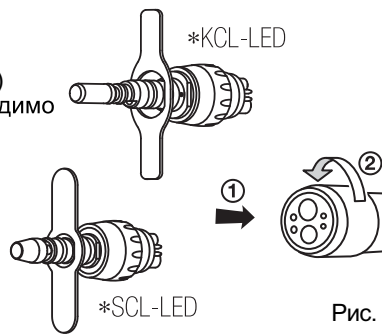

Рис. 2
* Завинтите кольцо на шланге (KCL-LED, SCL-LED) (Рис. 2)